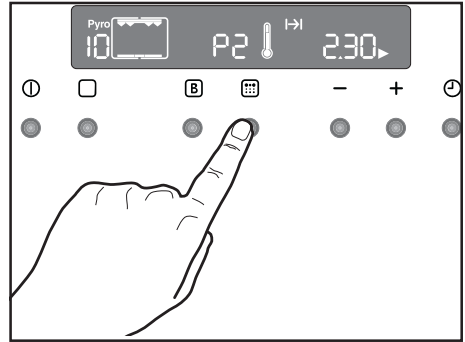

Abb. 22
4. Drücken Sie zur Bestätigung der gewünschten pyrolytischen Funktion die Taste . Die Anzeige "Pyro" blinkt nicht mehr und das Symbol  wird ausgeblendet, das akustische Signal verstummt, die Innenbeleuchtung erlischt und die pyrolytische Reinigung startet (Abb. 22). Mit zunehmender Temperatur im Backofen steigt das Thermometersymbol  langsam und zeigt damit den Temperaturanstieg im Ofeninneren an.
Drücken Sie jetzt die Taste der Zeitfunktion  (Abb. 22). Das Symbol "Garende"  und das Pfeilsymbol  blinken. Auf der Bedienblende wird das Ende der Garzeit (aktuelle Uhrzeit plus angegebene Gardauer) angezeigt.